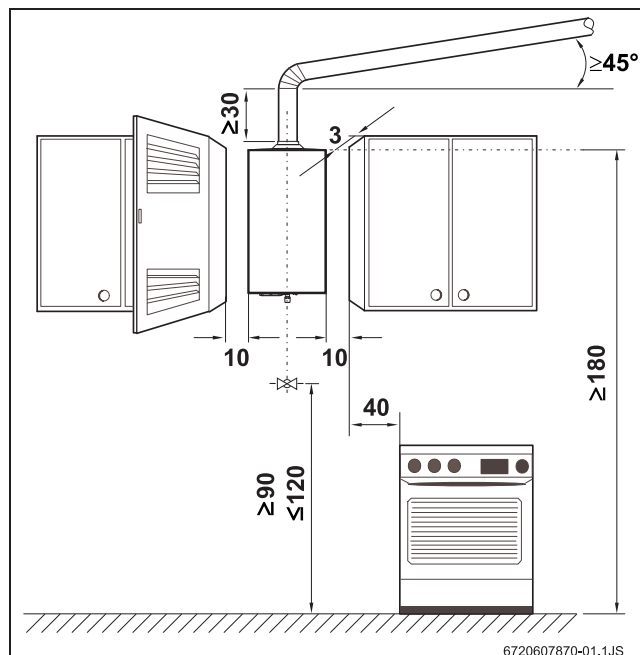

Fig. 10 Separaciones mínimas (en cm)
- Observe las medidas mínimas de instalación indicadas en la Fig. 10.